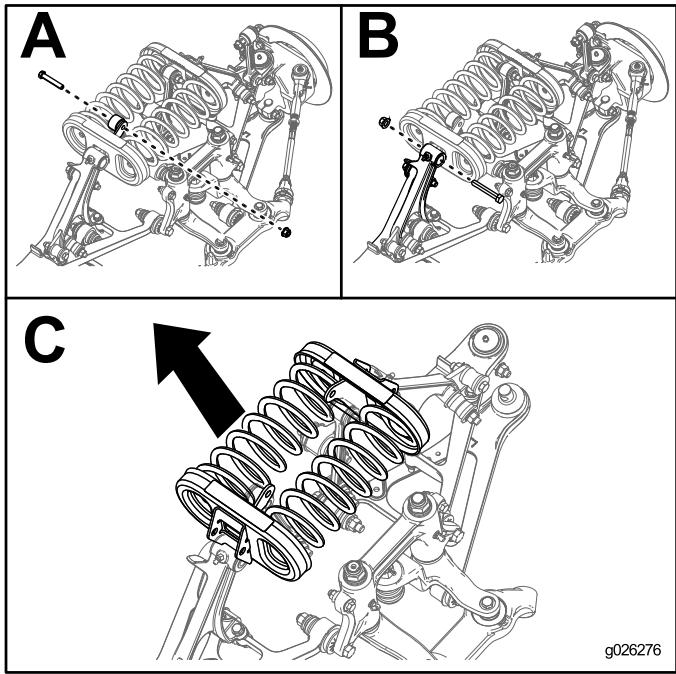

Рисунок 20
5. Отверните болты и гайки с конца каждой стойки стабилизатора (вид А на Рисунок 20).
6. Отверните болты и гайки, которые крепят рычаги управления к опорам пружины (вид В на Рисунок 20).
7. Снимите с автомобиля опоры пружин и пружины (вид С на Рисунок 20).